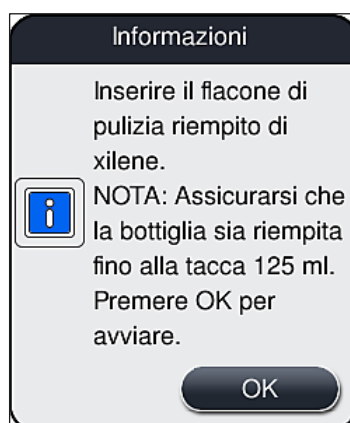

Fig. 101
10. Quindi confermare il messaggio informativo (→ Fig. 101) selezionando **OK**.